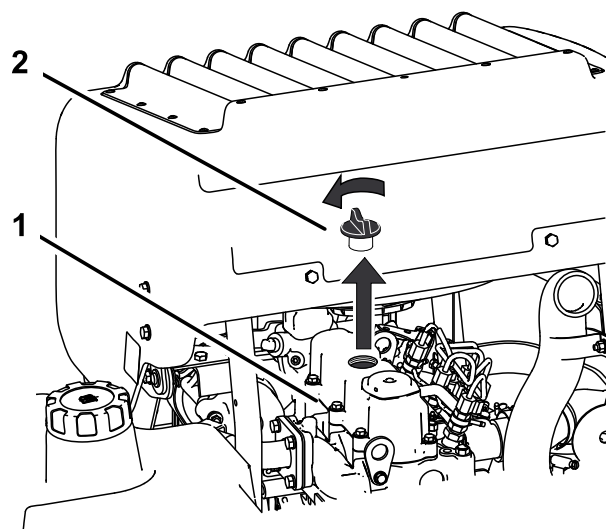

Figure 45
- Retirez le bouchon de remplissage d'huile en haut du moteur (Figure 45). Cela facilitera la vidange de l'huile.